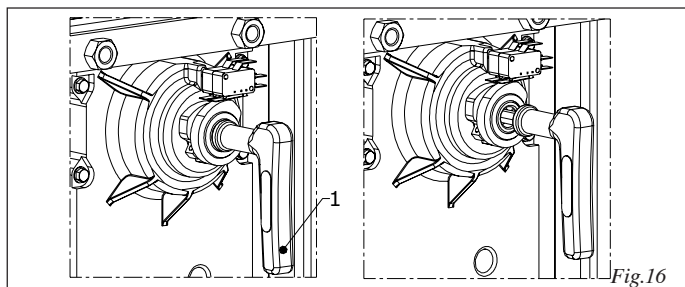

Fig.16
- placer la clé spéciale qui se trouve à l'intérieur du montant dans le trou de déverrouillage (fig.16 réf.1) et tourner en sens inverse horaire de quelques tours jusqu'à la butée mécanique.